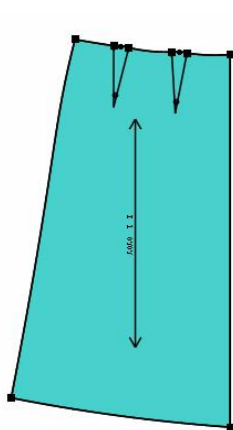
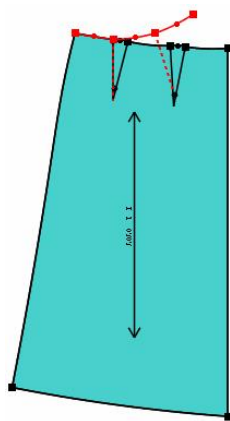

图 1
图 2
1. 如图 1，用该工具依次点击省 1、省 2 后击右键后为图 2；
分类图	1、这是一张图片，用来表示该部件的实际效果 2、载入部件库时，该图片将会出现在列表框中 3、这张图可以做得小一点，因为在列表框中将会缩小到 80*80 像素显示
尺寸图	1、表示部件各部位的尺寸名称和位置的图片 2、这张图可以做得大一点，图片里的内容可能很多 3、显示的纵横比是 3:2，将图片做成这个比例，将来显示时比较好看
尺寸图	1、如果生成部件库时，指定尺寸图，它将显示在这里 2、如果是旧的部件，扩展名为 fgs 或者 pds，软件将会查找同名的 bmp 文件，并将其显示（如果存在的话）
结构图	1、生成部件时，选中曲线、纸样在屏幕上的显示效果 2、此图自动生成，不允许指定